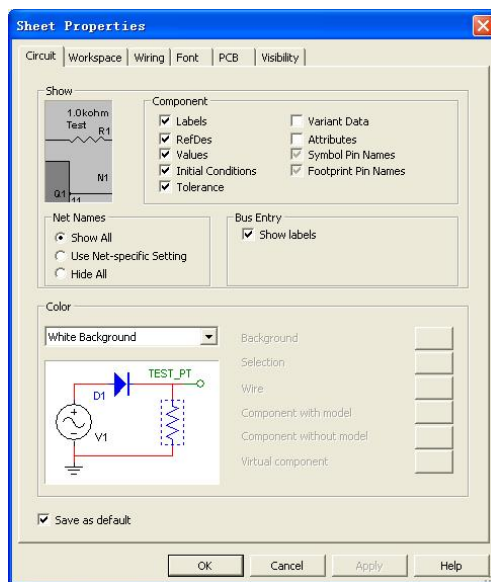

图 1-10 Circuit 选项卡
1) Circuit: Circuit 选项卡如图 1-10 所示。